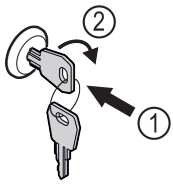

Fig. 129
- ▶ Schlüssel hineindrücken. Fig. 129 (1)
- ▶ Schlüssel um 90° im Uhrzeigersinn drehen. Fig. 129 (2)